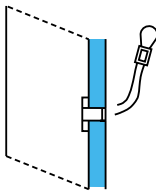

Fig. 7
- 11 Poussez la tige plastique supérieure du goujon vers le haut et brisez-la au ras du mur (voir Figure 7).